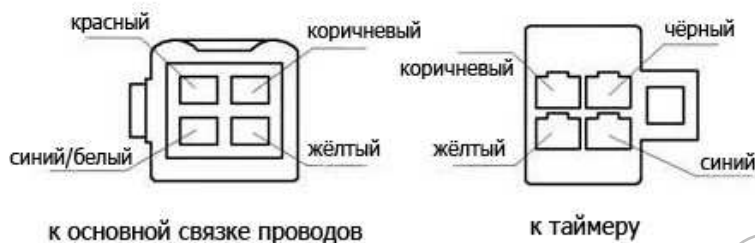

Рис. 14
4.6.5 Для тех компонентов, чьи провода необходимо будет пропустить через маленькие отверстия (такие как таймер и устройство дистанционного управления) необходимо пропустить эти провода через отверстия до подсоединения их к разъёму. По этой причине концы проводов этих компонентов не вставляются в разъёмы на заводе. Разъём для устройства дистанционного управления: подключение должны быть сделаны в соответствии с цветом проводов и серийным номерам клемм на разъёме. Подключение концов проводов таймера должно быть выполнено согласно Рис. 14.